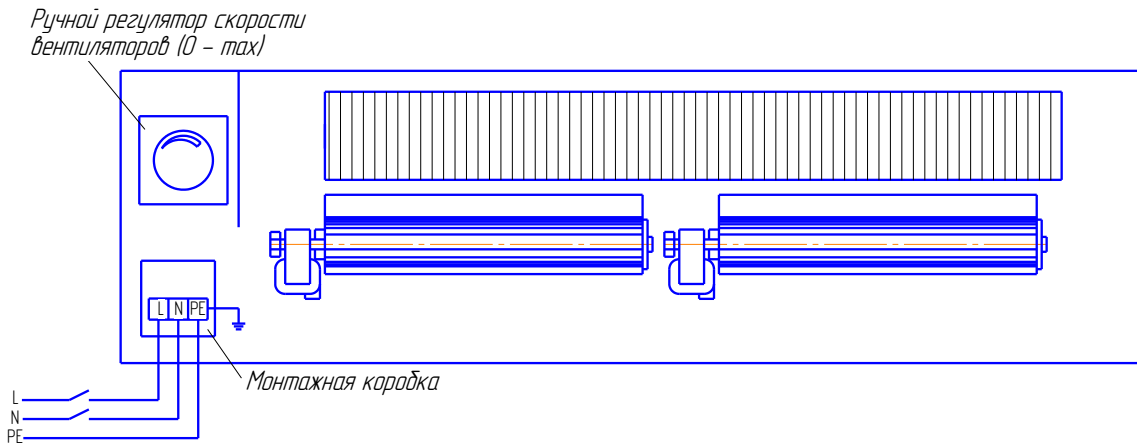

Рис. 2.
5.2. Корпус конвектора должен быть заземлен. Для этого достаточно присоединить заземляющий провод к заземляющей клемме в монтажной коробке (см. рис. 2).
- электрические соединения производить согласно схемы подключения, показанной на рис. 2.